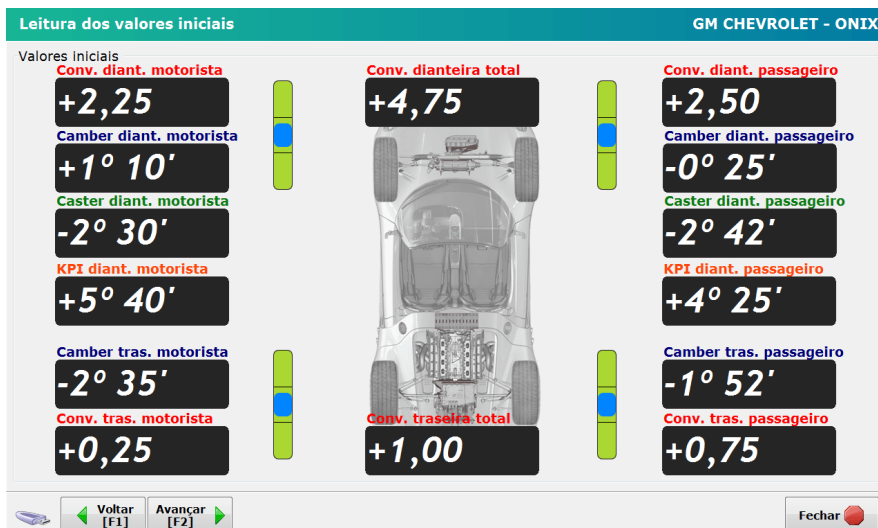

Figura 5 - Leitura inicial
Observe que os valores do CASTER e KPI estão salvos na tela do display do equipamento e também no Softeck FC, como na figura 5. Pressione a tecla de FUNÇÕES no painel ou no braço do equipamento para acender todos os lasers.
- Pressione durante (3) três segundos a tecla CAMBER no painel do equipamento nos (2) dois lados, motorista e passageiro.
- Após 3 segundos o equipamento agora passa a ser cabeça traseira e as informações de leitura dos sensores serão transmitidas para o Softeck FC nos campos traseiros ainda na tela de leitura inicial, como na figura 4 e figura 5.
- Repita estes passos na roda do outro lado. Observe que os valores do CASTER e KPI estão salvos na tela do display do equipamento e também no Softeck FC, como na figura 5.